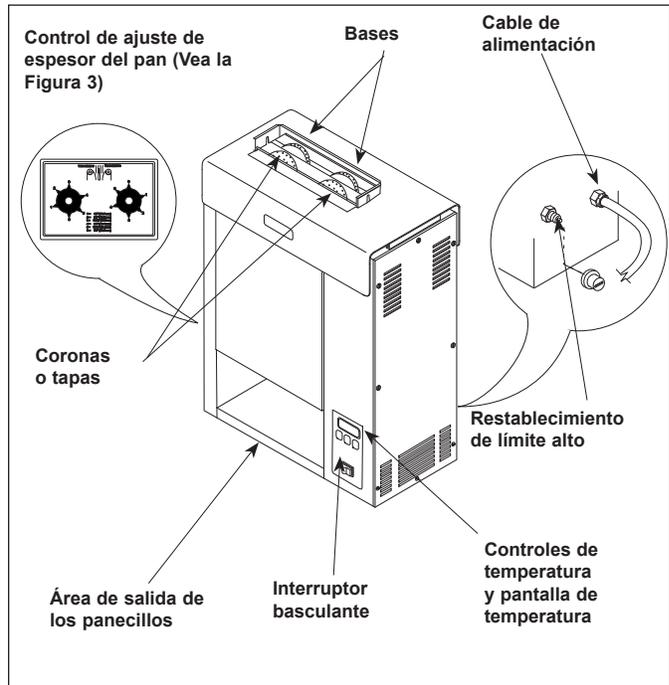

Figura 2. Tostador VCT-2000
2. Encienda el interruptor basculante (encendido On/Off). (Figura 2). Deje que el tostador se caliente unos 30 minutos antes de proceder.
NOTA: La pantalla de temperatura (Figura 2) destellará “LO” (bajo) hasta que el tostador llegue a la temperatura operativa prefijada. Cuando el tostador se acerque a la temperatura prefijada de 315°C (600°F), aparecerá “USE” (uso) en la pantalla de temperatura y la unidad queda lista para tostar panes. Si no aparece “USE” (uso) en la ventana después del período de calentamiento de aproximadamente 30 minutos, diríjase a la Agencia de Servicio Autorizado.
3. Ponga las coronas o tapas en la ranura delantera y las bases de los panes en la ranura trasera (Figura 2). Los lados cortados de la base y la corona o tapa de los panes deben quedar enfrentándose.
4. Los panes tostados caerán en el área de salida de panecillos (Figura 2). Las bases se tostan en aproximadamente 8 segundos y las coronas o tapas se tostan en aproximadamente 12 segundos.
El control de límite alto apaga la alimentación eléctrica al calentador y a los circuitos de control si se sobrecalienta la unidad. Para restablecer el control de límite alto, permita tiempo suficiente (10-15 minutos) para que se enfríe la unidad, luego localice el botón de restablecimiento ubicado en la parte posterior de la unidad. Retire la tapa protectora negra, presione el botón de restablecimiento y vuelva a instalar la tapa protectora (Figura 2).